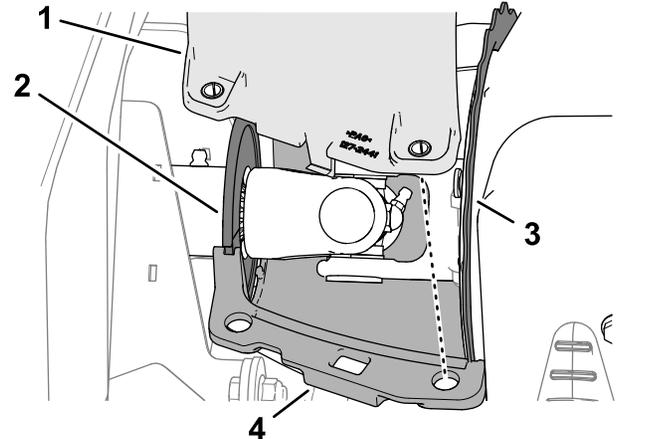

Figura 67
1. Allineate le scanalature nelle coperture protettive di raffreddamento dell'aria del generatore superiori e inferiori con la tenuta a spazzola dell'albero di trasmissione e la flangia del coperchio del generatore (Figura 67).